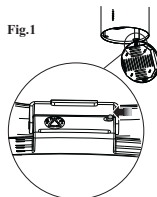

Fig.2
- Das Glas auf den Haltering setzen (**Abb.2**).